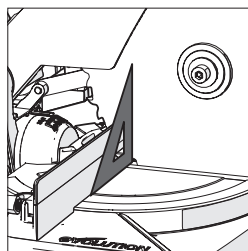

Rys. 8
- Należy upewnić się, że głowica tnąca jest wyprostowana, oparta o ogranicznik, a wskaźnik skosu wskazuje 0° na podziałce (Rys. 8).